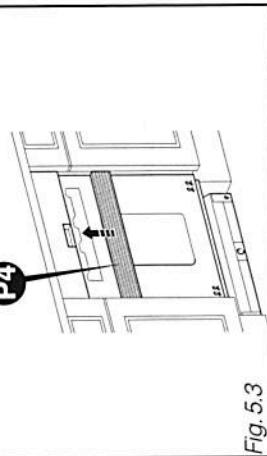

Fig. 5.3
- Encaixar a totalidade das margens realçadas no painel do aparelho (Fig. 5.3).